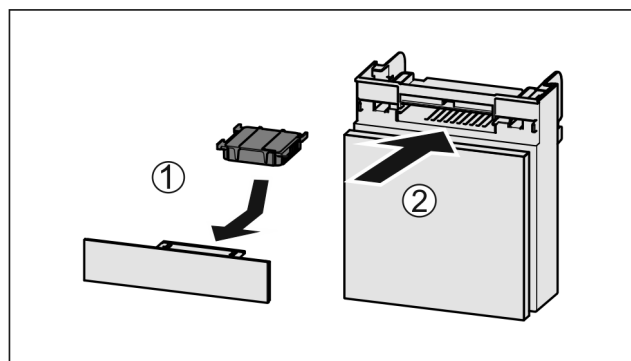

Fig. 127
- Vložte aktívny uhlíkový filter podľa obrázka Fig. 127 (1).
- Zasuňte zásuvku Fig. 127 (2).